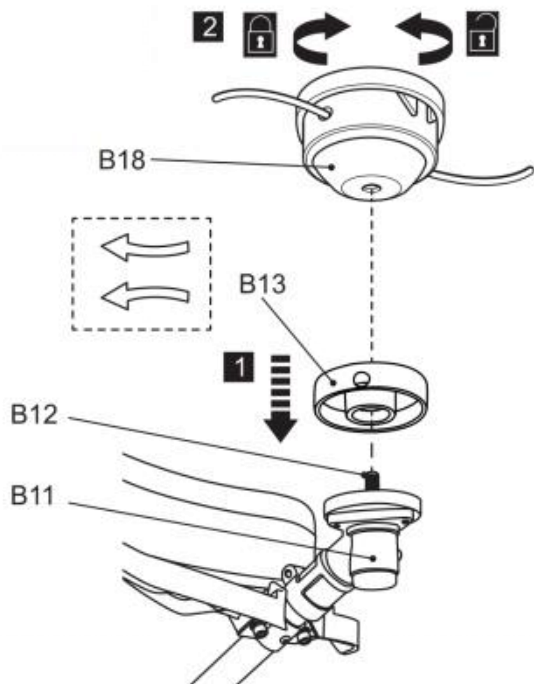

Fig. 6
4) Schroef de trimkop (B18) linksom op de spil (B12) en draai deze met de hand vast, terwijl u de spil (B12) vergrendelt met de inbussleutel (E5). Verwijder daarna de inbussleutel (Fig. 6).